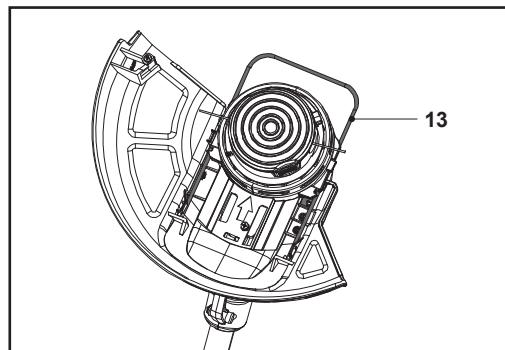

Fig. 11, posición de almacenamiento
2. Presione el protector de plantas (13) para su transporte y almacenamiento (Fig. 11).